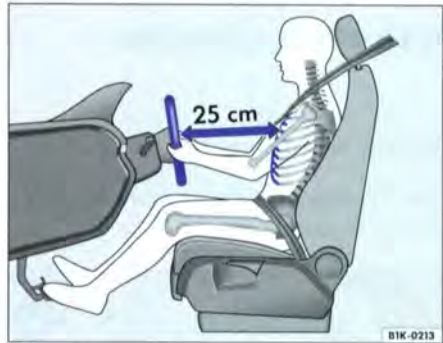

Fig. 17 Schéma de principe : position assise correcte du conducteur
- Réglez le volant jusqu'à ce que vous obteniez la position souhaitée \Rightarrow fig. 17.
- Réglez le siège du conducteur ou le volant de direction de sorte que la distance entre celui-ci et votre sternum soit d'au moins 25 cm \Rightarrow fig. 17. Si vous ne respectez pas cette